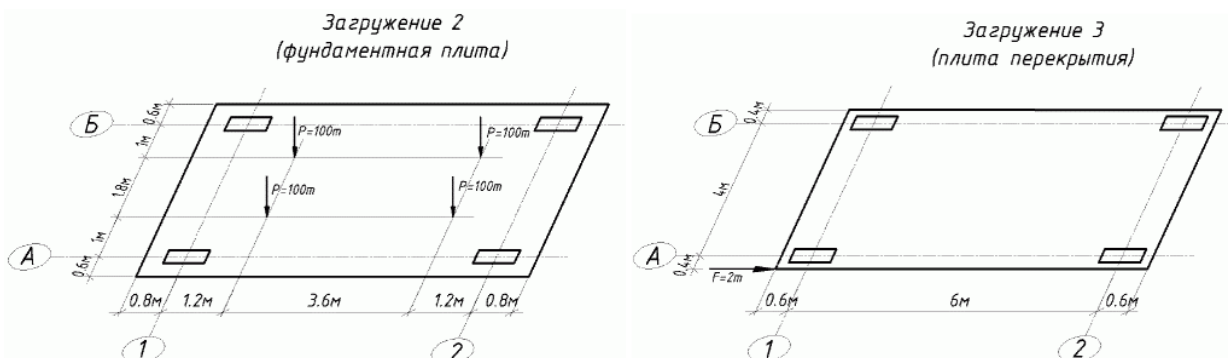

Рисунок 7 - Схемы загрузки плит каркаса
- постоянная равномерно распределенная нагрузка $g_2 = 1,0$ т/м² и постоянная сосредоточенная вертикальная нагрузка $P = 100$ т, приложенные на фундаментную плиту (рисунок 7).
- Загружение 3 - сосредоточенная горизонтальная нагрузка $F = 2$ т, приложенная на плиту перекрытия (рисунок 7).